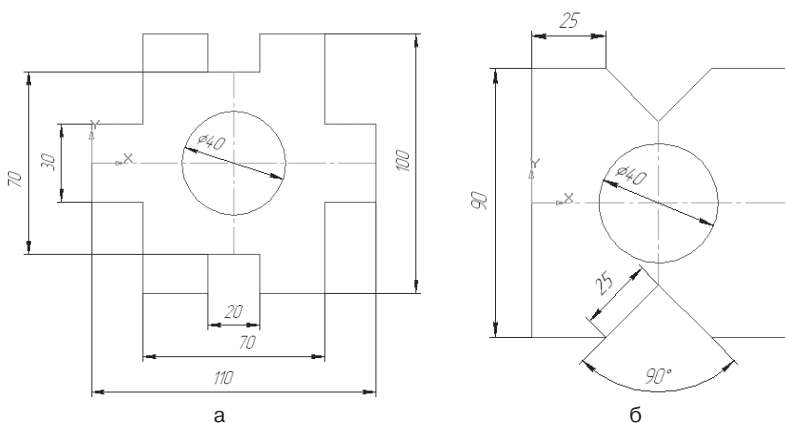

Рис. 50. Задание для самостоятельной работы
1. Откройте документ **Фрагмент** и постройте чертеж плоской детали простейшими командами с применением привязок (рис. 50).